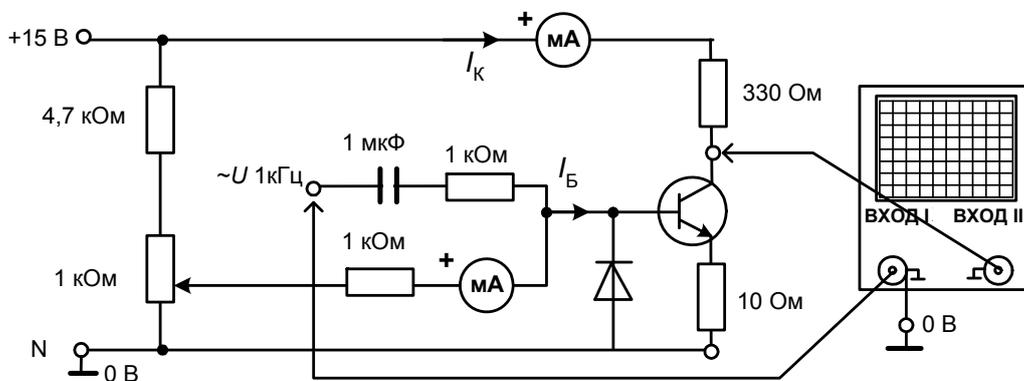

Рис. 4.7. Принципиальная схема
1. Соберите цепь согласно рис. 4.7 и рис. 4.8. В ней постоянный ток базы регулируется потенциометром 1 кОм и ограничивается постоянным сопротивлением тоже 1 кОм. Последовательно с источником переменного сигнала включен конденсатор 1 мкФ для предотвращения протекания через источник постоянного тока и токоограничивающее сопротивление 1 кОм. Диод включён для защиты эмиттерного перехода от обратного напряжения, а сопротивление 10 Ом для стабилизации характеристик транзистора. Измерение входного и выходного напряжений осуществляется осциллографом, а токов – двумя мультиметрами в режиме миллиамперметров.